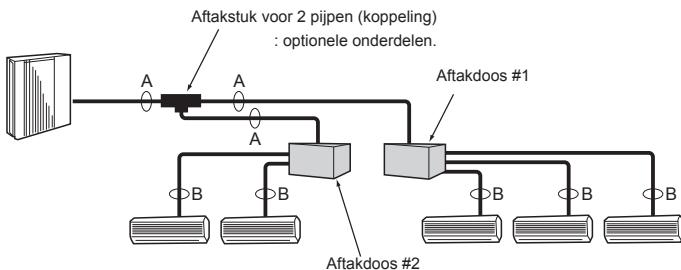

Fig. 4-4
4.3.2. Aansluiting met aftakdoos (Fig. 4-4)